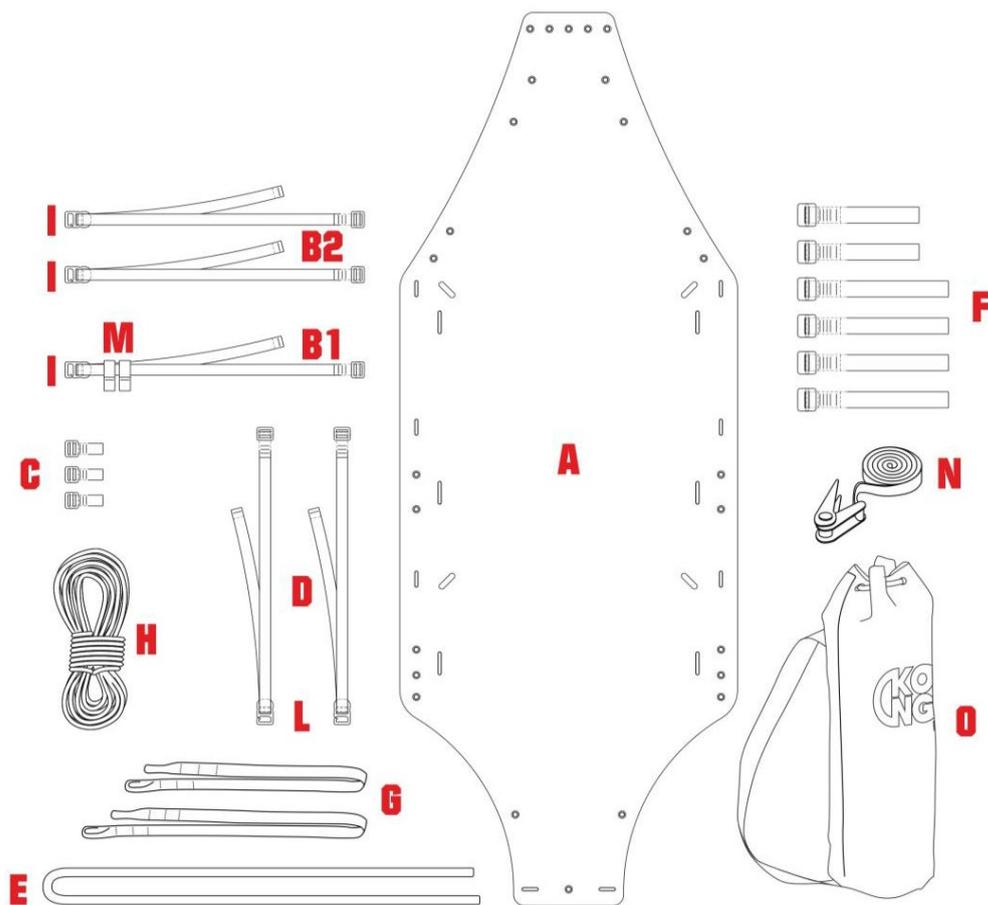

Рис. 1
2.1 - Терминология деталей и материалов (рис. 1 и 2)